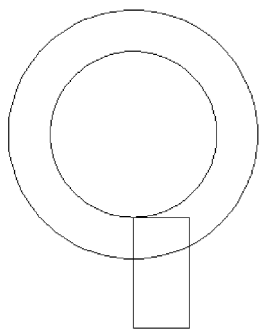

图 13-12 绘制的矩形
- 2) 单击【常用】功能区 | 【绘图】选项板 | 【矩形】按钮，选择直径12圆的下端象限点为矩形的顶点，在命令行输入“D”，输入矩形的长度为4，宽度为8，绘制出的矩形，如图 13-12 所示。